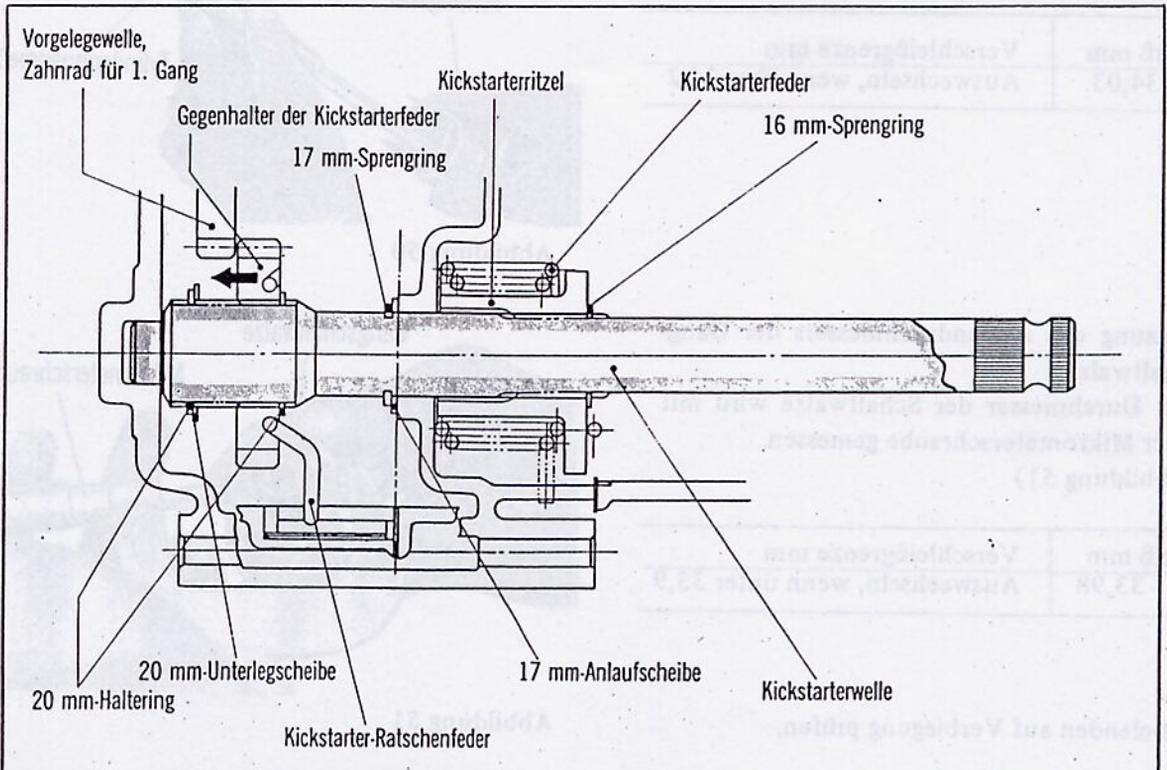

Abbildung 54
Tritt man auf den Kickstarterhebel, so wird das Ritzel gedreht, das über Trapezgewinde linksgängig geführt ist und mit dem Zahnrad für den ersten Gang der Vorgelegewelle in Eingriff gebracht wird, wodurch die Kraft auf die Kurbelwelle übertragen und so der Motor angelassen wird. (Abbildung 54)
2. Die Teile so zusammenbauen, wie in der Abbildung 54 dargestellt.